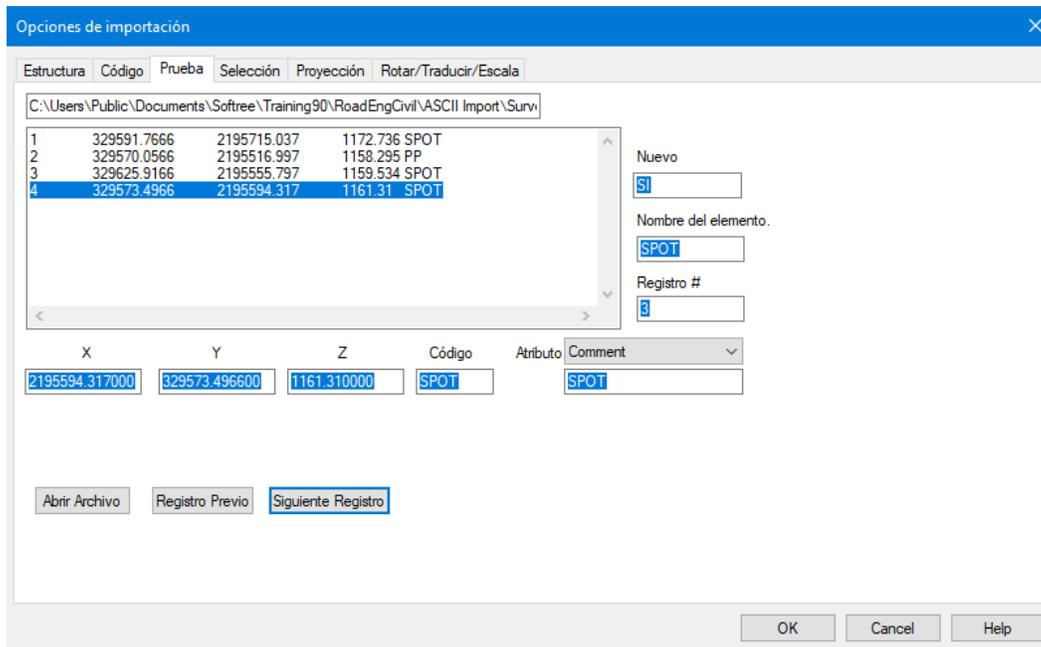

Figura 3-8: Pestaña de Prueba
16. Para probar la configuración, vaya a la pestaña *Prueba* (Figura 3-8):